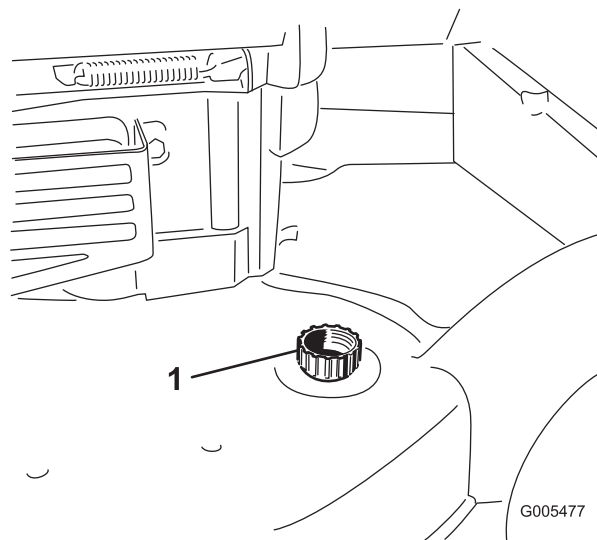

Bild 42
3. Befestigen Sie einen Gartenschlauch, der an einen Wasserhahn angeschlossen ist, am Wasseranschluss (Bild 42).